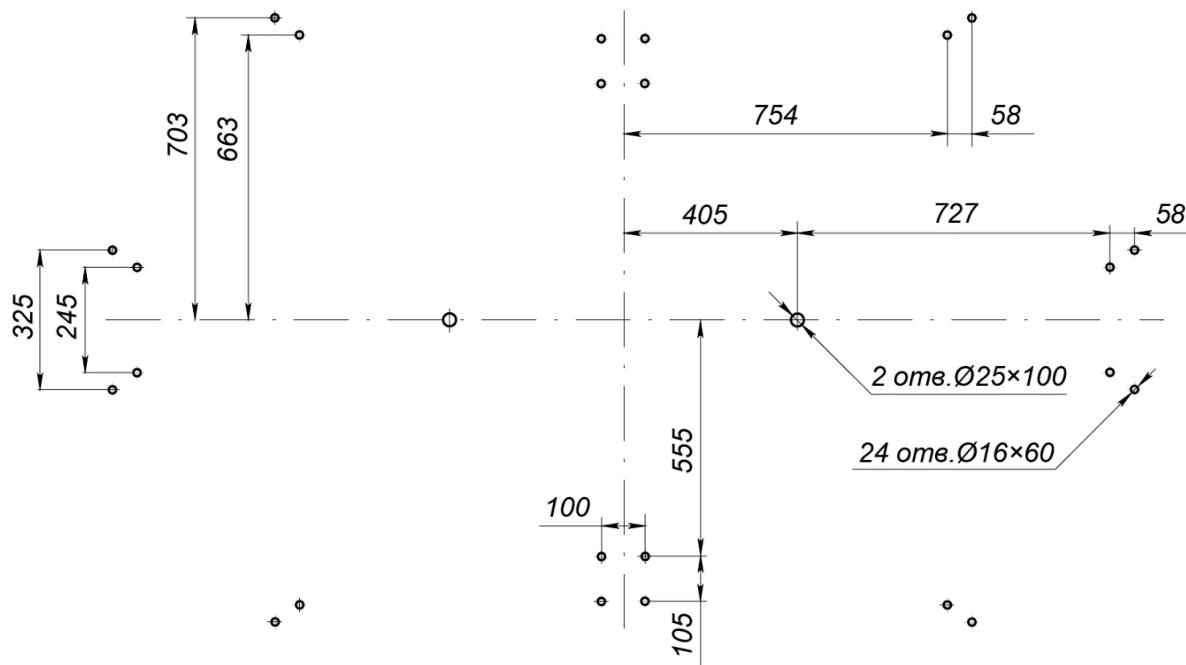

Рисунок 11. Схема разметки установочных отверстий1
- Выполните на установочной поверхности разметку отверстий для монтажа турникета. Используйте шаблон из комплекта поставки, но затем обязательно проверьте истинность расстояний в соответствии с рис. 11.